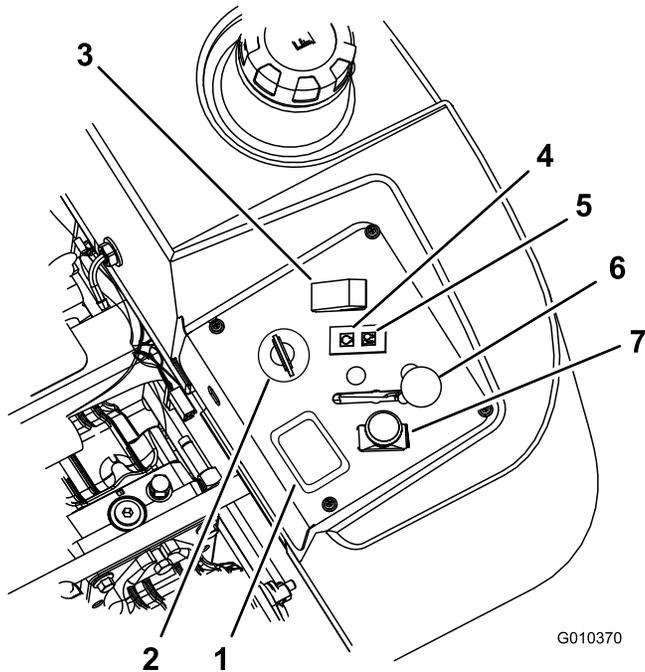

Figura 12
4. Mueva el mando de la toma de fuerza (PTO) a la posición Desengrenada (Figura 12).